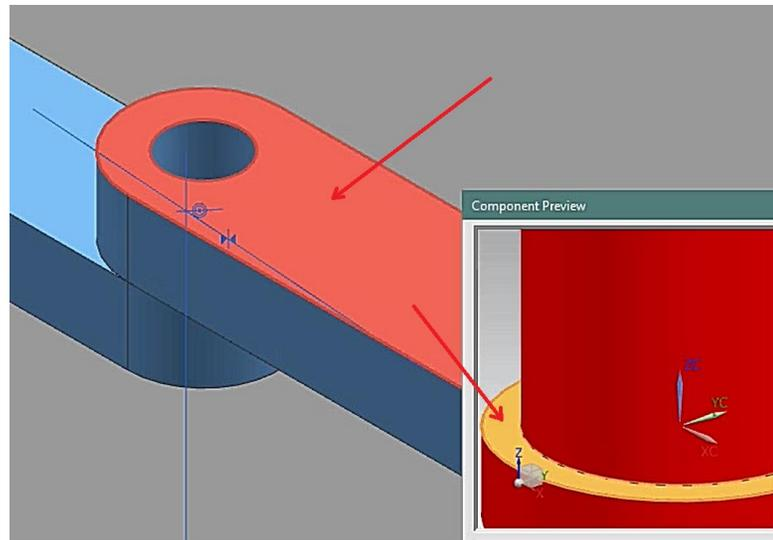

Figura 1.30 Cara superior de **barra3b1.prt** y cara inferior de la cabeza de **broche1 1.prt**.
- Elegir el tipo de restricción **Touch Align**. Seleccionando **Orientation** → **Touch**. Seleccionar la cara inferior de la cabeza del **broche1 1.prt** y la cara superior de **barra3b1.prt** (Figura 1.30).